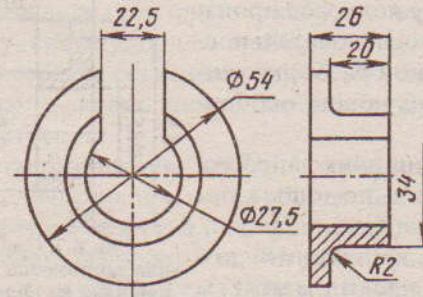

Рис. 6.5. Оправка для выпрессовки подшипника с полуоси
- ✓ с помощью оправки (рис. 6.5) выпрессовать подшипник с полуоси.